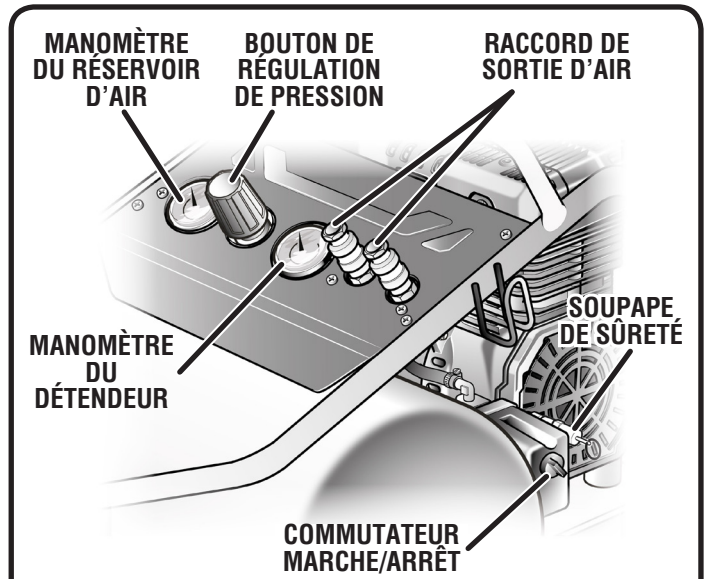

Fig. 3
- Raccorder le tuyau en caoutchouc au raccord de la sortie d'air (Fig. 3).
Voir les figures 3 et 5.